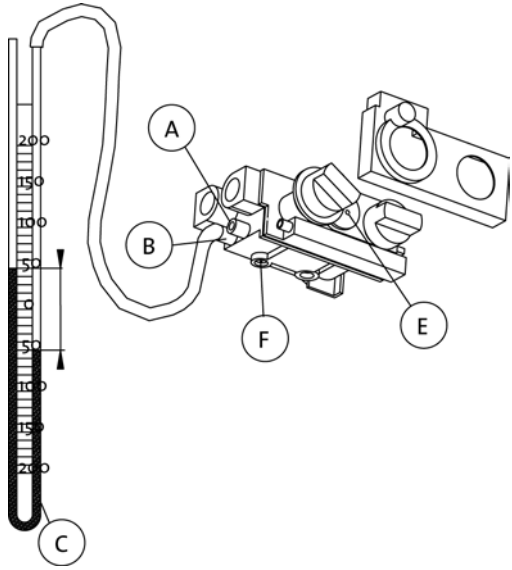

Fig. 8
- Als de waakvlam nog steeds niet gaat branden nadat u alle lucht uit de leidingen hebt verwijderd, duidt dit op een probleem met het gasreservoir of op een lekkende gasleiding. Controleer de gasdruk volgens de instructies in de sectie «6.0 Gasleidingen aanleggen» en ga na of het defect of de lekkage zich vóór of na de gasklep van de haard bevindt. Als de gasdruk bij meetpunt (A-fig. 8) te laag is, of als er helemaal geen gasdruk is, bevindt het defect of de lekkage zich vóór de klep. Als de gasdruk goed is bij meetpunt A, maar te laag is bij opening B, bevindt het defect of de lekkage zich na de klep.